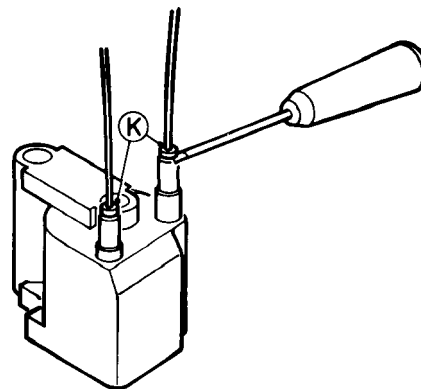

Fig. 2
- d. Die Helligkeitseinstellung derart vornehmen, dass der Pegel des schwarzen Balkens im Videosignal auf 3 V gelangt (siehe Bild 2).